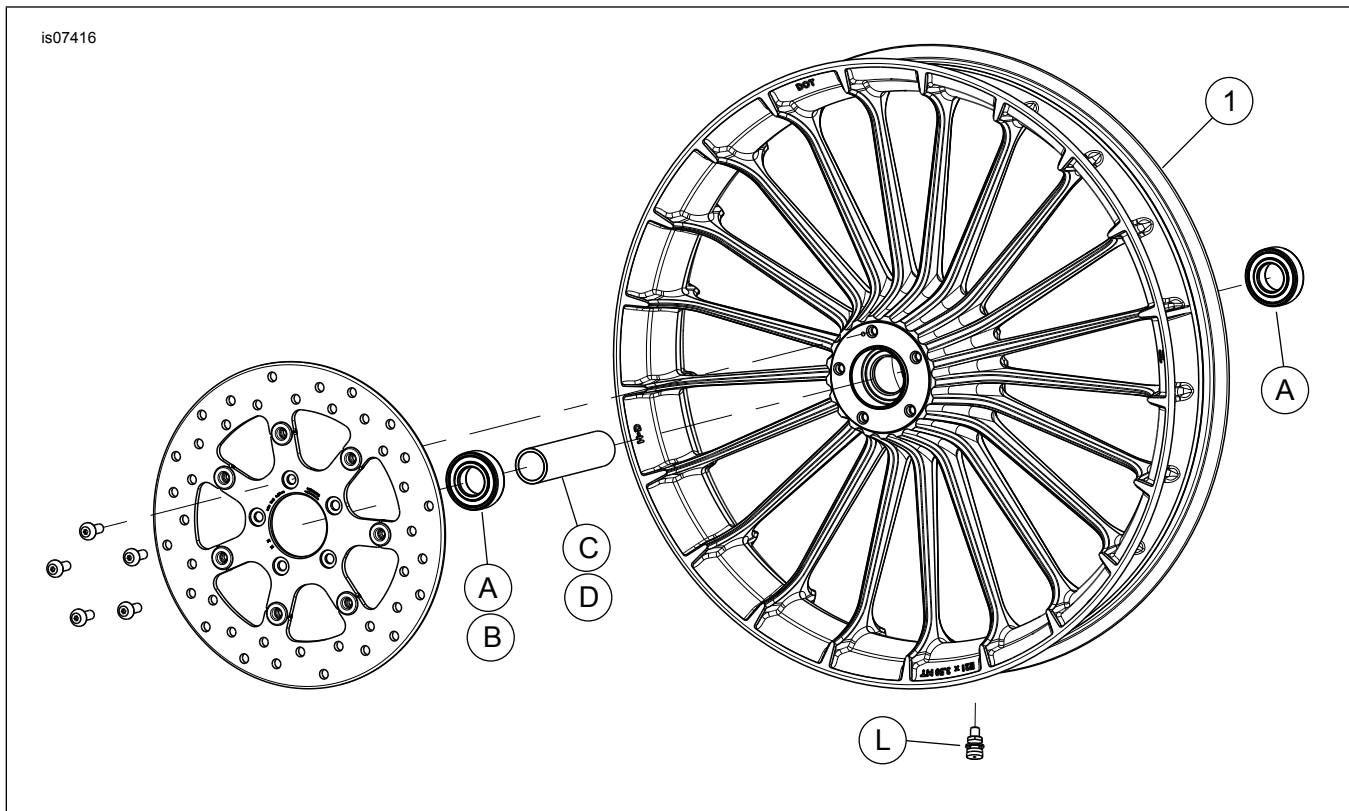

Figura 2. Piezas de servicio: Rueda de turbina delantera
Este kit incluye la rueda personalizada solamente. Vea la Figura 2 y la Tabla 2.
2. Vea Figura 2 . Instale el ensamblaje del vástago de la válvula (izquierda) en la rueda. Vea el manual de servicio.